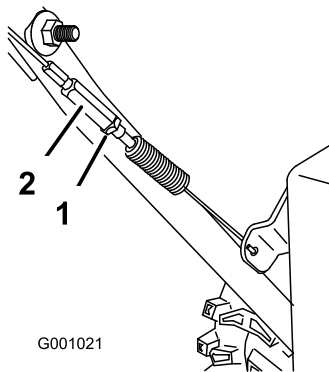

Bild 35
3. Ziehen Sie dann die Klemmmutter fest (Bild 35).